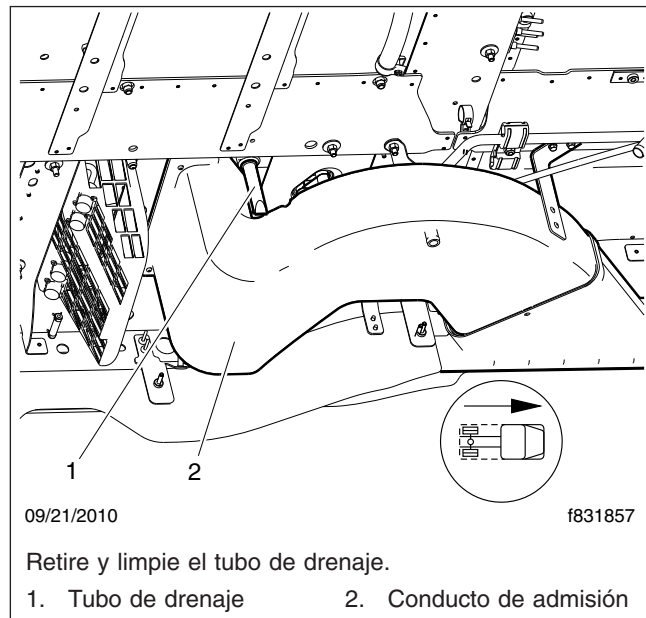
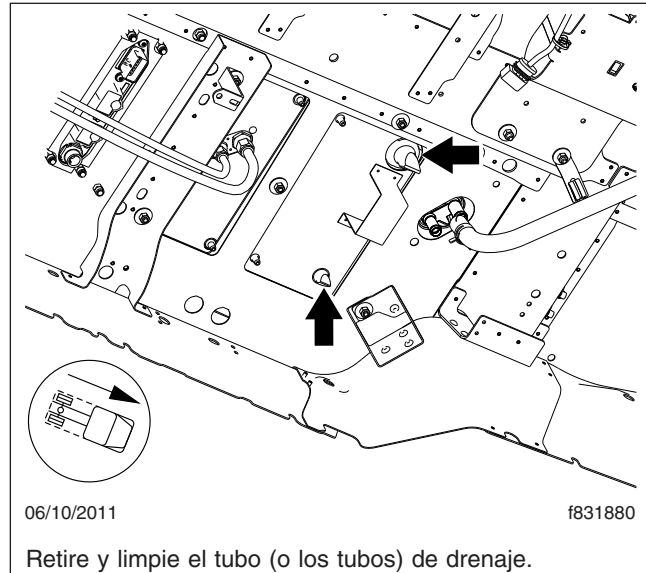

Figura 13, Inspección del tubo de drenaje (sistemas anteriores a julio de 2011)
Figura 14, Inspección del tubo de drenaje (sistemas de julio de 2011 y después)
2. Retire el tubo (o los tubos) de drenaje de la parte inferior de la unidad. Vea la **Figura 13** en el caso de sistemas fabricados antes de julio de 2011 o la **Figura 14** en el caso de sistemas fabricados a partir de julio de 2011.